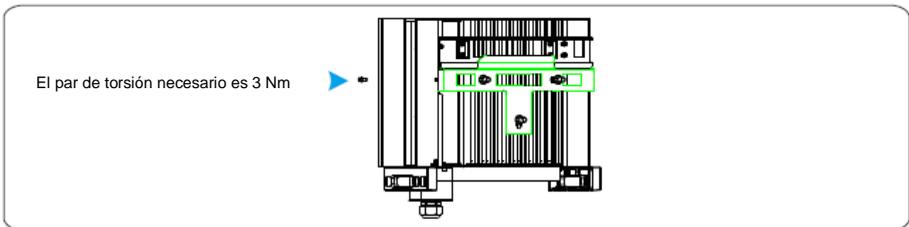

Figura 4.12 Fijación del inversor
Paso 3 Apriete un tornillo en la cara derecha del inversor y el tornillo de retención del soporte y asegúrese de que queden bien fijos, tal como se muestra en la figura 4.12.